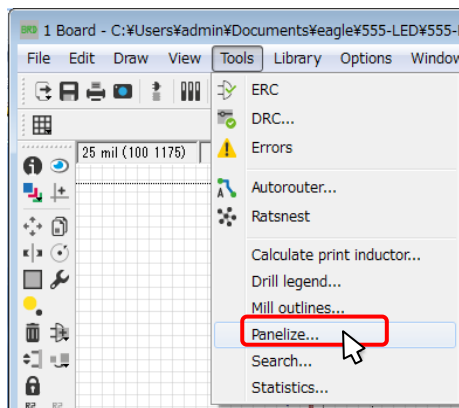

図 45
- ① TinyComp.brd を開きます。
- ② 基板外形線を削除します。
- ③ メニューバーの[Tools]→[Panelize...]と進みます。図 45